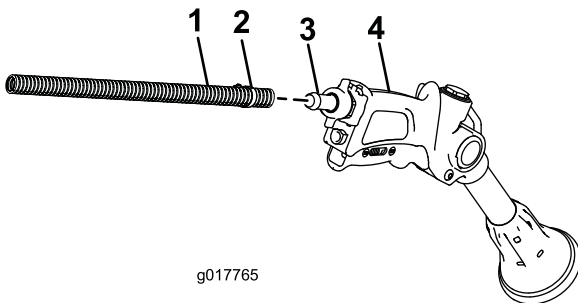

Figura 41
2. Ligue extremidade livre da tubagem longa à união da pistola de pulverização (Figura 41).